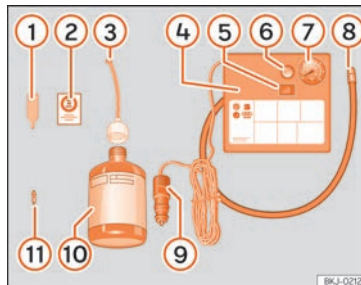

Fig. 29 Représentation standard : contenu du kit anticrevaison.
Le kit anticrevaison se trouve dans le coffre à bagages, sous le revêtement de plancher. Il inclut les éléments suivants »» fig. 29 :
• Dévissez le capuchon et l'obus de la valve du pneu. Utilisez l'appareil » fig. 29 ① pour
- Agitez fortement la bouteille de produit de colmatage des pneus » fig. 29 ⑩.
- Vissez le tuyau de gonflage » fig. 29 ③ sur la bouteille de produit de colmatage. Le plombage du goulot de la bouteille est automatiquement percé.
- Retirez le bouchon du tuyau de remplissage » fig. 29 ③, puis vissez l'extrémité ouverte du tuyau sur la valve du pneu.
- Placez de nouveau l'obus sur la valve du pneu avec l'outil » fig. 29 ①.
- Vissez le tuyau de gonflage du pneu du compresseur » fig. 29 ⑧ sur la valve du pneu.
- Vérifiez si la vis d'évacuation d'air est serrée » fig. 29 ⑥.
- Branchez le connecteur » fig. 29 ⑨ à la prise de courant de 12 volts du véhicule » page 110.
- Raccordez le compresseur d'air au commutateur ON/OFF » fig. 29 ⑤.
- Collez l'autocollant » fig. 29 ② sur le tableau de bord, dans le champ de vision du conducteur.
Revissez le tuyau de gonflage » fig. 29 ⑤ et vérifiez la pression du manomètre ⑥.